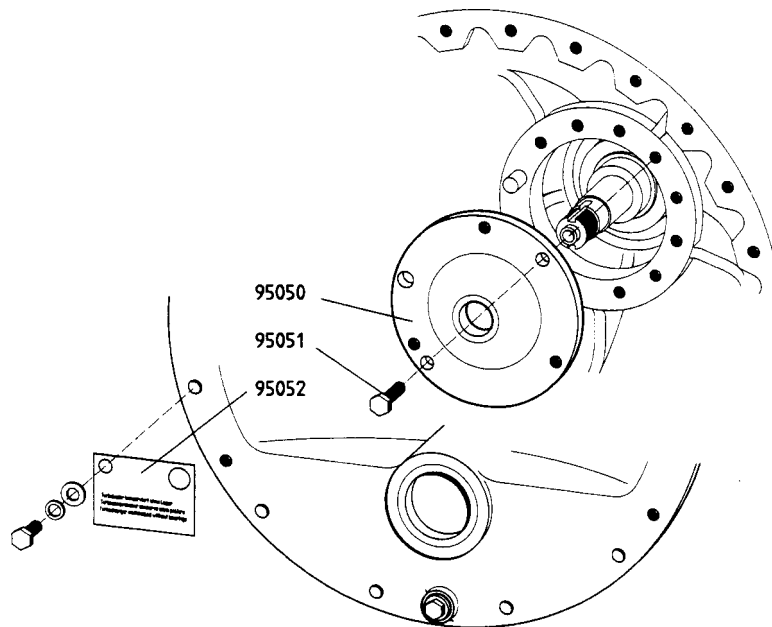

Fig. 6-6
- Halteflansch TS (95050) mit 6kt-Schrauben (95051) auf die Turbinenseite montieren (s. Fig. 6-6).
- Fit the TE fixing flange (95050) onto the turbine end with the hex.-headed screws (95051) (see fig. 6-6).